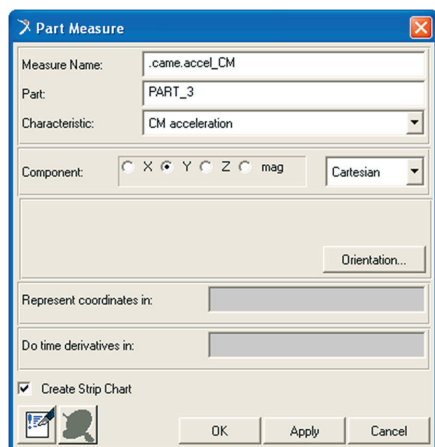

Figura 3.22 – Criando janela gráfica para a aceleração do seguidor.
- Para finalizar, o próximo passo é criar a janela para mostrar a variação da aceleração do seguidor. Na caixa de diálogo *Part Measure*, altere o *Measure Name* para “*accel\_CM*”. No campo *Characteristic* selecione a opção *CM acceleration*. No campo *Component* mantenha selecionada a opção Y (Figura 3.22). Clique em *OK*.